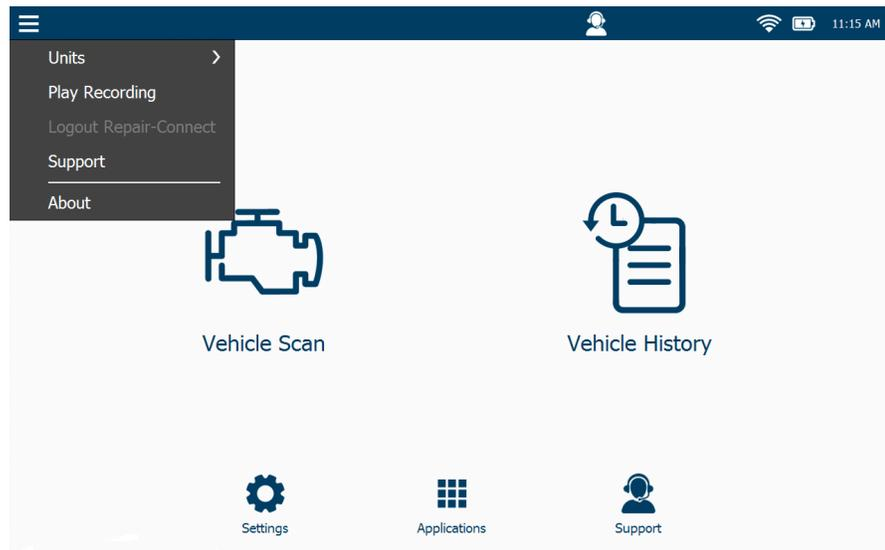

Figure 9.6 Menu principal montrant le menu déroulant
- **Exit** — pour retourner au menu principal (Figure 9.6).
4 Quand vous avez fini la lecture de l'enregistrement, touchez **Exit** pour retourner au menu principal (Figure 9.6).